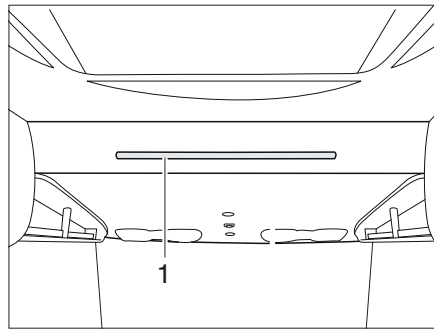

Bild 161 Hubbett manuell
- Das Hubbett mit beiden Händen an der Griffstange (Bild 161,1) nach unten ziehen.
- Die Aufstiegsleiter mit den beiden Bügeln in die Griffstange (Bild 161,1) am Hubbett einhängen.